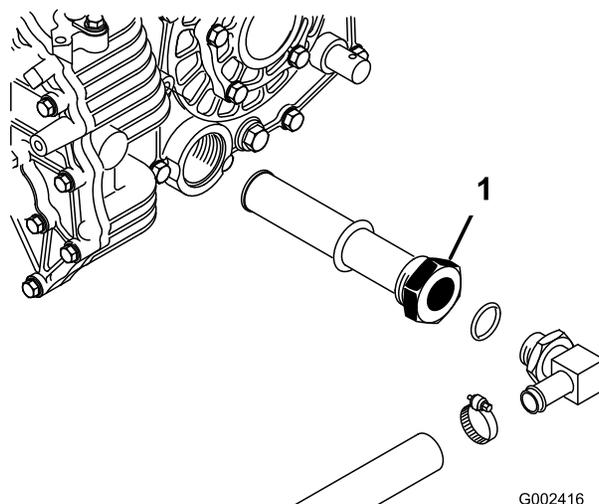

図 73
3. タンク側面のストレーナについている油圧ホースと90°フィッティングの向きを確認記憶する(図73)。